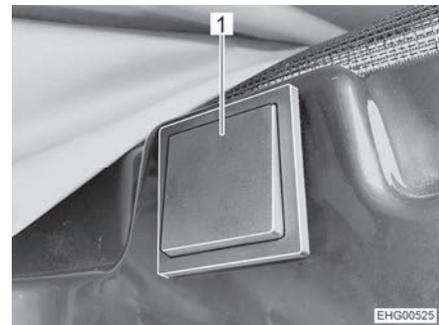

Fig. 46 Pulsador para el desbloqueo eléctrico
El pulsador para el desbloqueo eléctrico (Fig. 46) se encuentra en el lado derecho, en la zona encima de la puerta corredera.
- Pulsar el pulsador (Fig. 46,1) al menos 2 segundos.